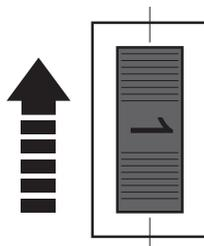

Рис. 14
- > Поверните регулятор выбора скорости (15) вперед, чтобы уменьшить скорость (Рис. 14). Меньшее значение при использовании фрез малого диаметра или обработке таких мягких материалов, как пластик.